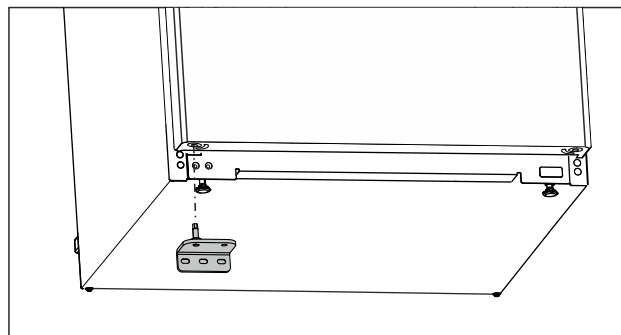

Fig. 16
- ▶ Indsæt det nederste hængsel på den modsatte side. (se Fig. 16)